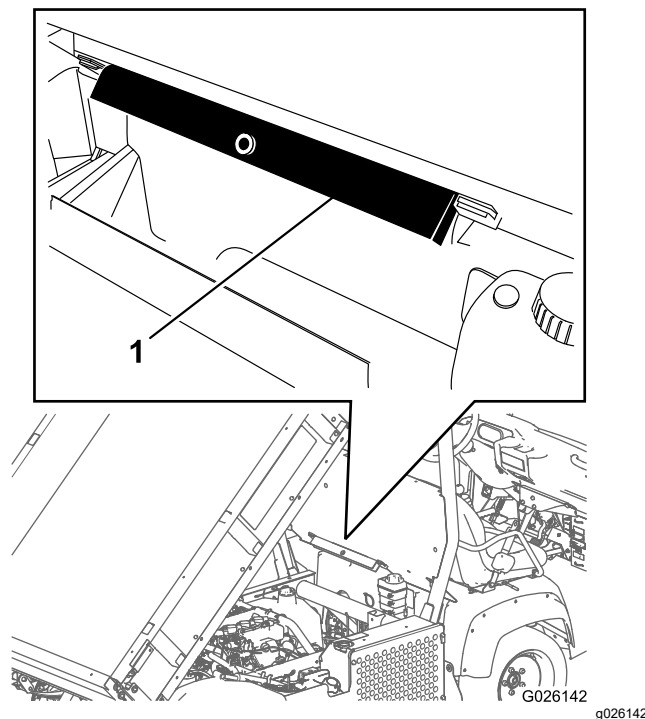

Рисунок 1
2. Выньте опору кузова из кронштейнов для хранения на задней стороне панели конструкции ROPS (Рисунок 1).